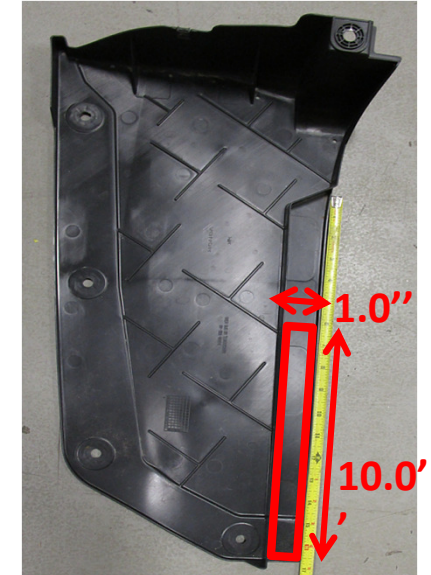

Figura 3
- Recortar la fascia del parachoques y el panel de apariencia inferior:** Recortar el panel de apariencia inferior como se muestra en la **Figura 3**.
5. Recortar la fascia del parachoques y el panel de apariencia inferior: Recortar el panel de apariencia inferior como se muestra en la **Figura 3**.